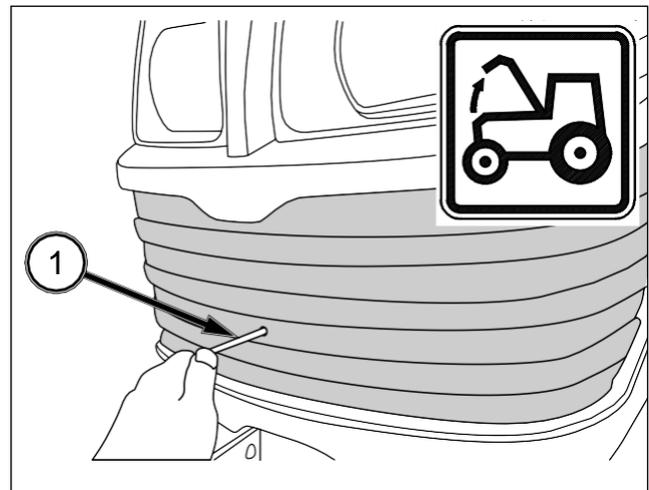

FIG. 88
FIG. 88 y 89: Para abrir el capó, introduzca la herramienta (1) en el orificio de la calandra y empuje.